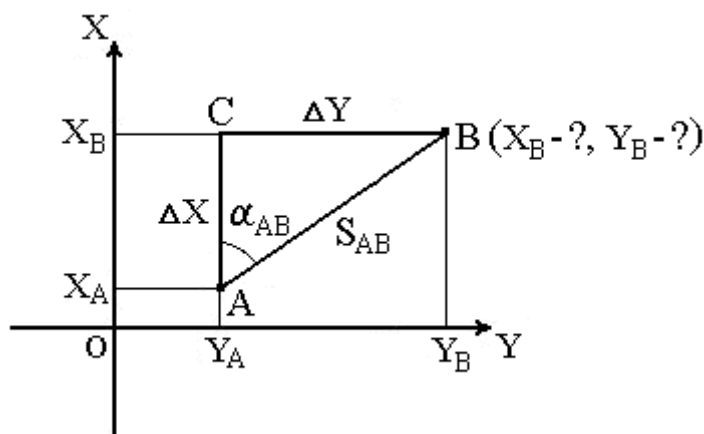

Рис.1.
1. По известным координатам точки A (X, Y) линии A-B, дирекционному углу этой линии α_A и ее горизонтальному проложению S_{AB} определить координаты точки B (смотри рисунок 1).